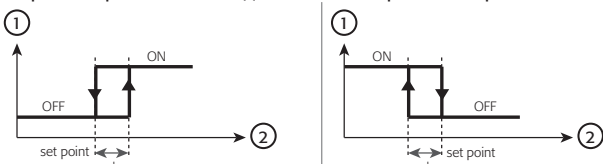

Рис. 4.a
- r3=0: прямой режим с размораживанием. Когда датчик температуры № 1 регистрирует превышение заданной температуры, термостат формирует запрос включения компрессора. В этом режиме также поддерживается функция размораживания (так называемый режим “охлаждения”, см. Рис. 4.a)
- r3=1: прямой режим без размораживания (Рис. 4.a)
- r3=2: реверсивный режим без размораживания (Рис. 4.a) Когда датчик температуры № 1 регистрирует понижение температуры ниже заданной, термостат формирует запрос включения компрессора. В этом режиме НЕ поддерживается функция размораживания (так называемый режим “обогрева”, см. Рис. 4.a).